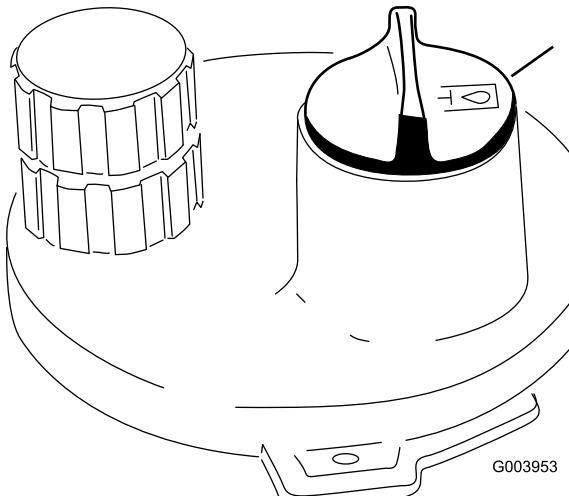

Figura 38
3. Pulite attorno al collo del bocchettone e del tappo del serbatoio idraulico (Figura 38). Togliete il tappo dal collo di riempimento.